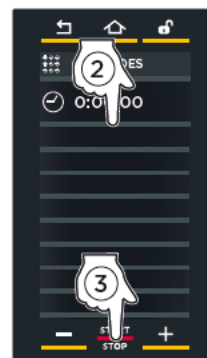

fig. M9
- 3 Bekräfta genom att trycka på knappen "START/STOP" (fig. M9).